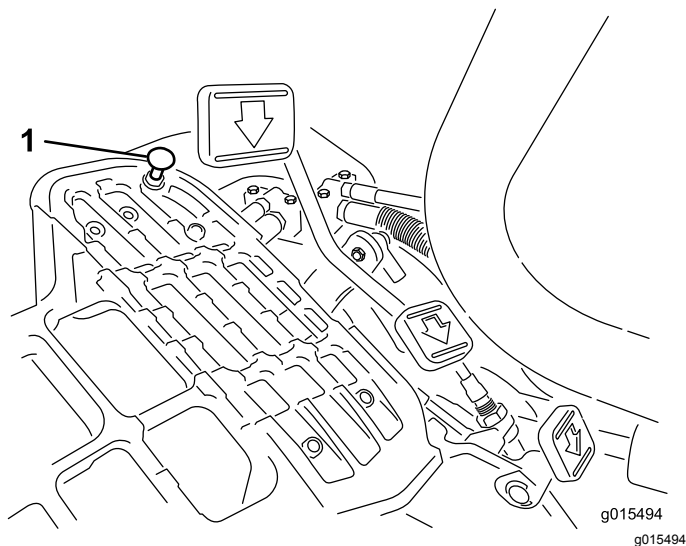

Figura 33
batente (Figura 33) antes de sentir tensão no cabo, é necessário efetuar o seguinte procedimento de ajuste:
1. Ponha a alavanca de controlo de funcionamento na posição TRANSPORTE e liberte a porca de bloqueio que fixa o batente do pedal à placa inferior (Figura 33).